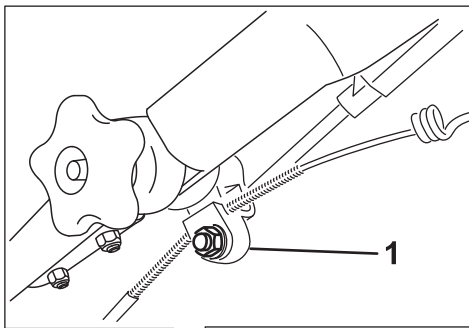

Bild 44
- Lockern Sie die Mutter an der Kabelhalterung (Bild 44).